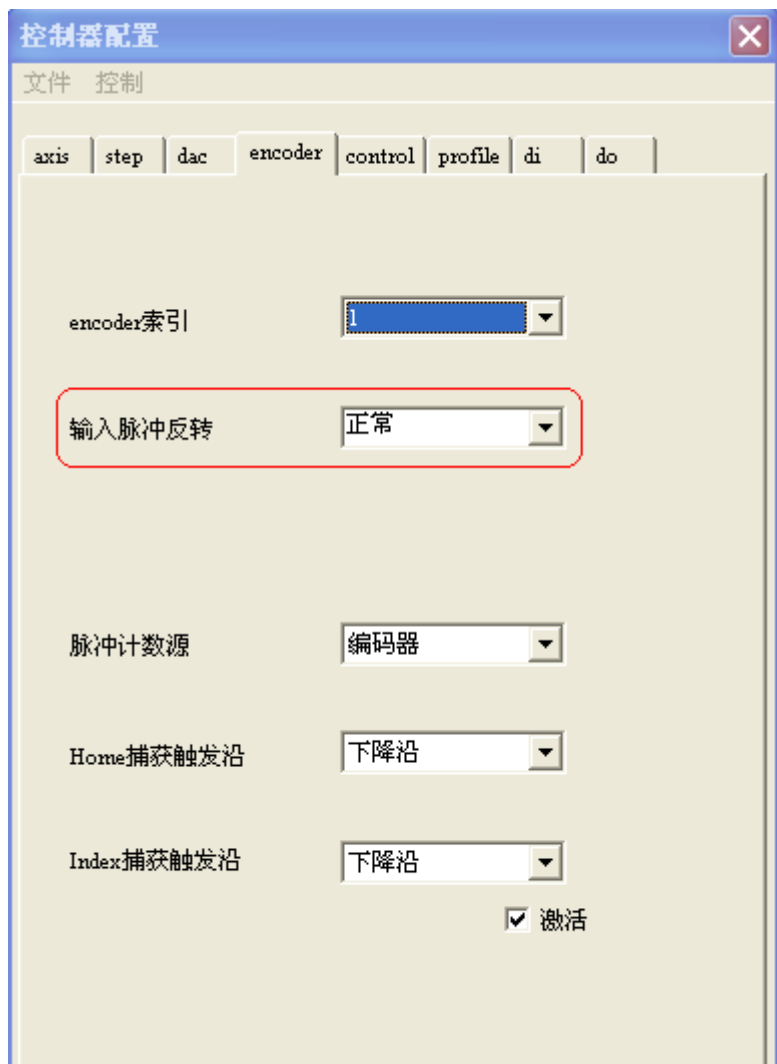

图 4-37 闭环配置示例之 encoder 配置界面
- (14) 选择 **encoder** (选项用来配置脉冲计数源以及 Home 捕捉以及 Index 捕捉边沿), 配置成如图 4-9 所示, 也即默认配置。如果电机正反馈, 可以修改'输入脉冲反转'为'正常' (默认为'取反'), 使电机控制正常, 如图 4-37 所示。